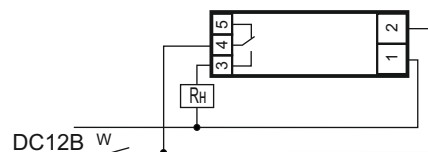

Рис. 4. Схема подключения реле (вариант 1)
7.2. Подключить нагрузку с обратным отсчетом времени к изделию согласно рис.4. Для этого используйте одножильный или многожильный провод с двойной или усиленной изоляцией сечением, соответствующим мощности нагрузки. Напряжение 24В подается на контакты 1 и 2. Напряжение может подаваться через выключатель W или напрямую.